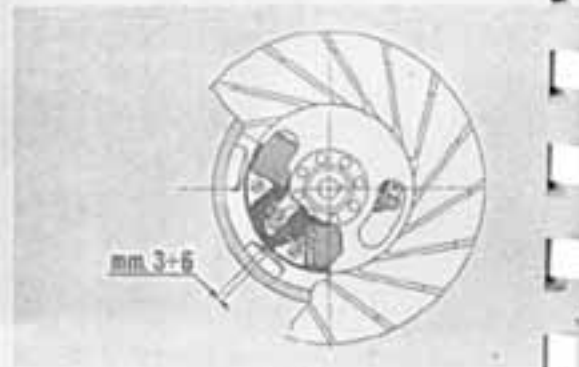

Fig. 74
- b) - Ruotare il supporto bobine in modo da assumere alla bobine di alimentazione bobina esterna la posizione indicata in fig. 74.
5) - Agire attraverso l'asola del rotore e spostare il supporto bobine fino a realizzare le condizioni descritte al paragrafo **b** corrispondenti ai 2 tipi di volano (fig. 73 volano in *Plastiform* - fig. 74 volano del tipo *tradizionale*).